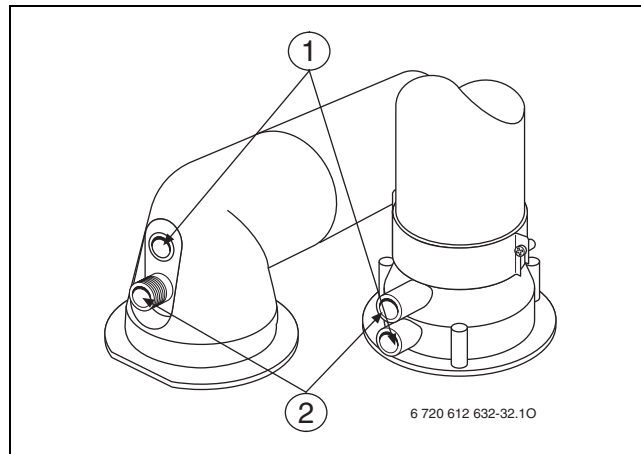

Fig. 41
- ▶ Rimuovere il tappo della presa di analisi dell'aria comburente (2) (→ fig. 41).
- ▶ Rimuovere il tappo di chiusura dalla presa di analisi dei fumi (1) (→ fig. 41).